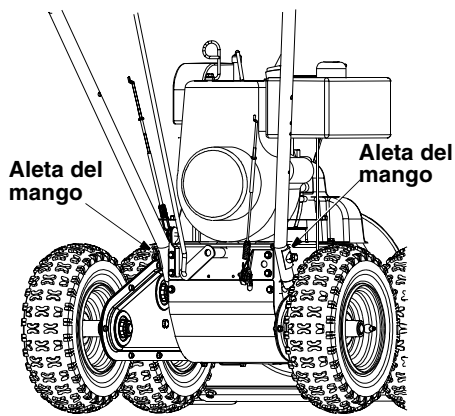

Figura 2
- Asegure el orificio del fondo del mango al expulsor de nieve usando pernos hexagonales de 5/16x3/4" de largo y la arandela de seguridad del conjunto de ferretería (Grupo A en la página 43). No ajuste en este momento. Vea la Figura 2.
- Coloque una de las dos aletas del mango, incluidas en el conjunto de ferretería (Grupo A en la página 43), sobre el orificio superior en el mango, de manera que el contorno de la aleta del mango coincida con el del mango. Vea la Figura 2.